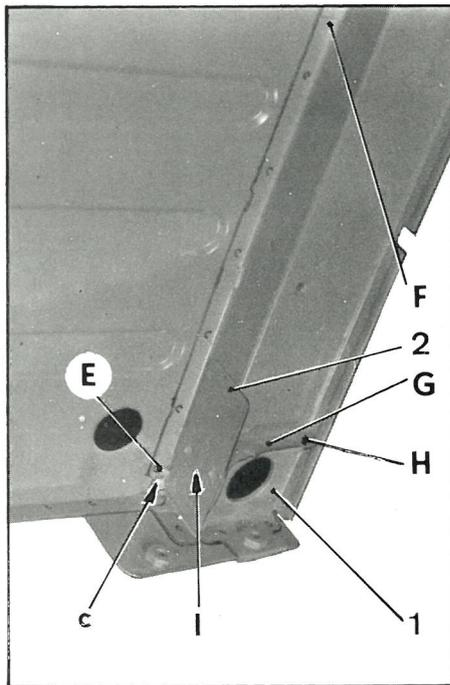

Fig. 2
- en CD* (fig. 2)
- en FG* (fig. 2)